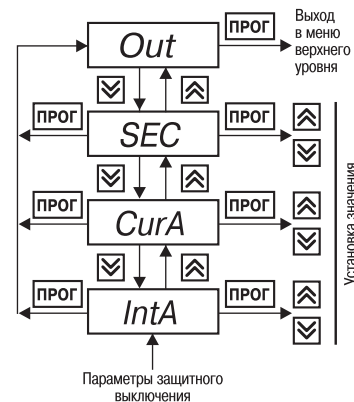

Рис. 17
6.2.2.6. Группа «**RLr**» предназначена для установки параметров защитного отключения (рис. 17). Код доступа для этой группы «_ _44».